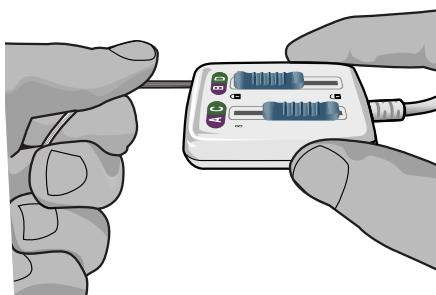

Figure 6 : Fixation de la sonde DBS dans le connecteur du câble de salle d'opération 2x8
6. Poussez l'extrémité de la sonde DBS dans le port jusqu'à son arrêt. Tenez la sonde DBS en position tout en glissant le levier de verrouillage en position verrouillée () (Figure 6).